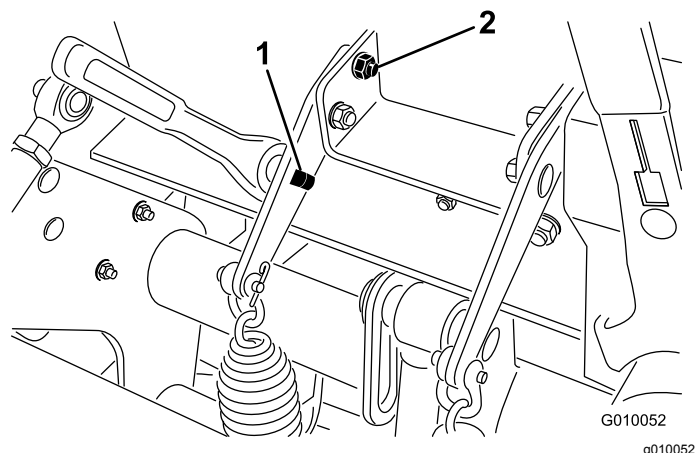

Figura 38
3. Introduzca una llave de carraca de ½ pulgada en el taladro cuadrado del soporte del muelle (Figura 38).